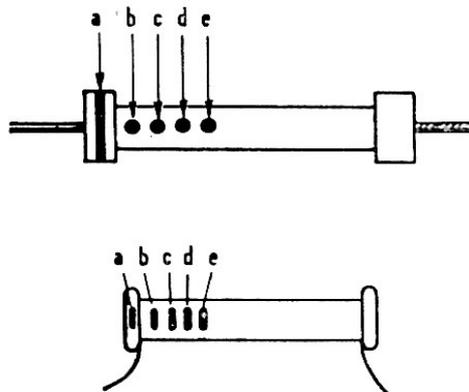

FIG. II-16
*Deuxième cas* : figure II-16.